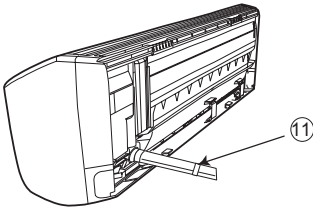

图7
- (1) 当要把铜管从后面引出时，将铜管、排水管和连接电缆一起用附件⑪胶带绷紧。(图7)